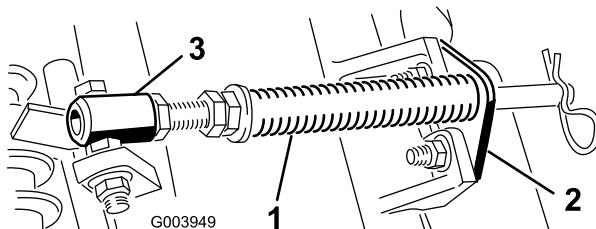

Figure 5
- A. Retirez les 2 boulons de carrosserie et les écrous de fixation du support de tige aux pattes du plateau de coupe (Figure 5).
- B. Retirez l'écrou à embase qui fixe le boulon du tube de ressort à la patte du bâti porteur (Figure 5). Déposez l'ensemble.